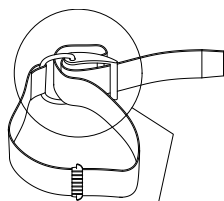

fig. 2-4
1. Ruotare la fibbia fino a farla scattare in posizione di apertura, far passare il nastro attorno alla fibbia in plastica come in figura (fig. 2-4), bagnare il nastro prima di bloccarlo sulla bombola e regolarne la lunghezza (fig. 2-7).